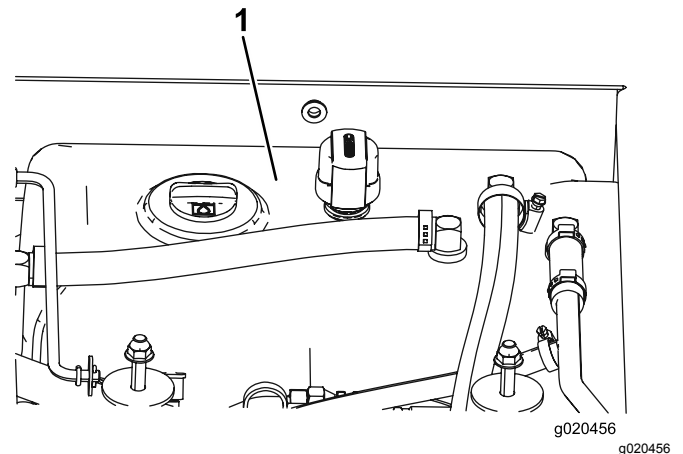

Figura 105
4. Riempite il serbatoio (Figura 105) di fluido idraulico; fate riferimento a Controllo del fluido idraulico \(pagina 75\).